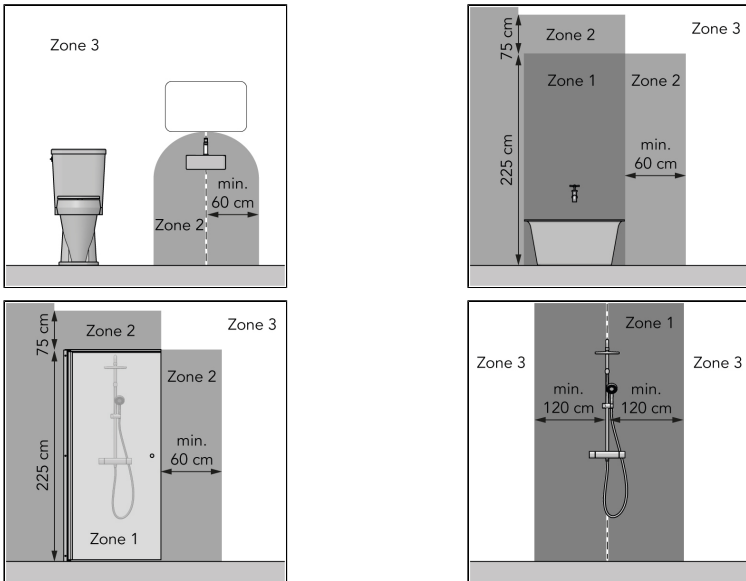

Abbildung 1.
- in Zone 3 eines Toilettenraums oder Badezimmers mit Badewanne, Dusche mit Abschirmung und Dusche ohne Abschirmung, siehe Abbildung 1;